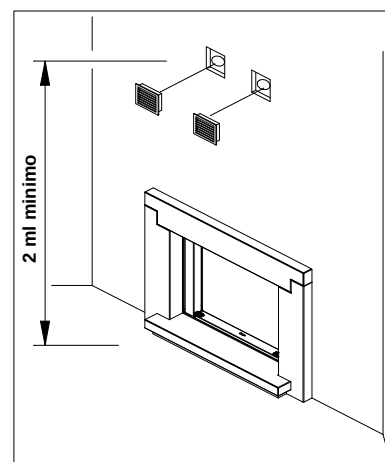

Abbildung 3 – Montage der Auslässe für den Warmluftaustritt
- **Bei natürlicher Lüftung empfiehlt es sich** die Auslässe auf einer Höhe von mindestens 2 m vom Fußboden anzubringen. (Abb. 3).